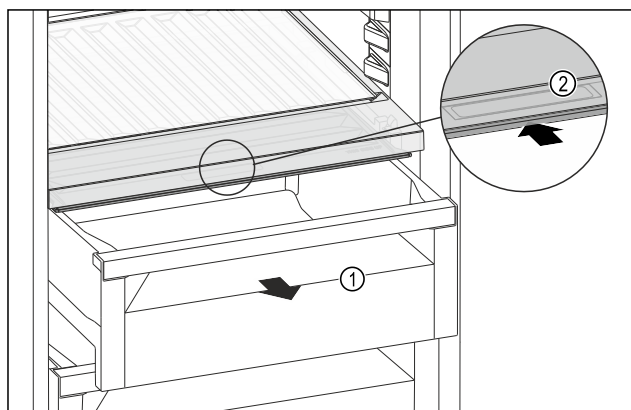

Fig. 171
- Zásuvku Fig. 171 (1) vytáhněte.
- Uchopte prohlubeň pro rukojeť Fig. 171 (2) na víku zásuvky a současně zasuněte víko zásuvky směrem dozadu.